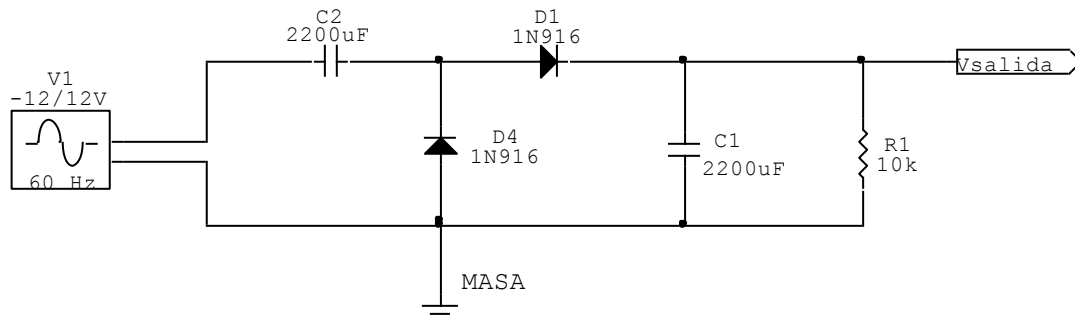

Figura 2
1. Implementar en el segundo protoboard el circuito de la Figura 2:
7. En el circuito de la figura 2 cambie el diodo 1N916 por un 1N4004 y repita los pasos 1 a 6..